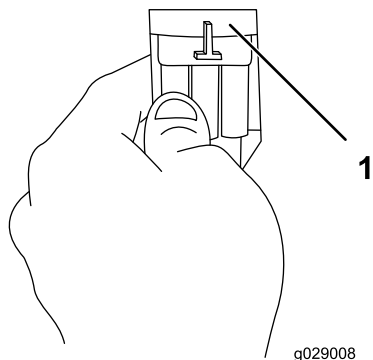

Bild 8
- Ziehen Sie den Kabelbaum der elektromagnetischen Kraftstoffsperre aus dem Hauptkabelbaumanschluss (Bild 8).